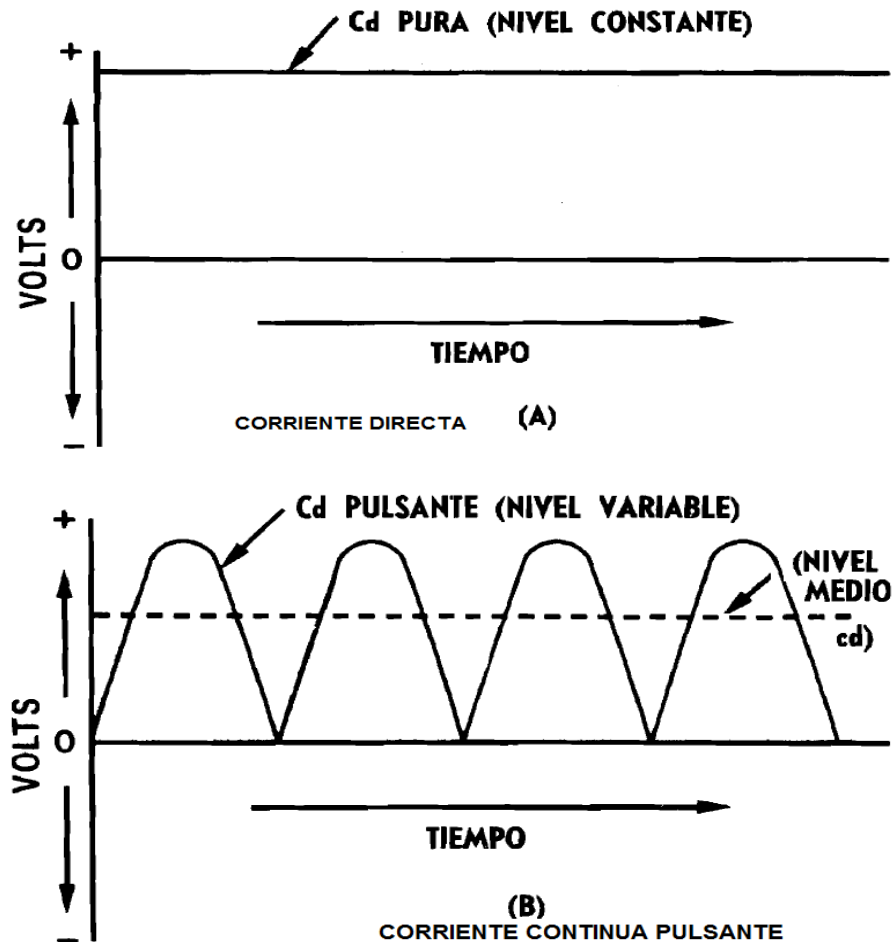

Fig. 24-1
Se puede representar gráficamente. Una CD pura y una CD pulsante. Observe la Fig. 24-1 (A). En ella se muestra la forma de onda de la CD pura. Una CD pulsante está representada en la Fig. 24-1 (B). Nótese que la corriente se inicia en cero, se eleva a un valor máximo y disminuye a cero, se eleva nuevamente, etc. A pesar de la variación regular en amplitud, la corriente sigue fluyendo solo en una dirección con respecto a la referencia cero.